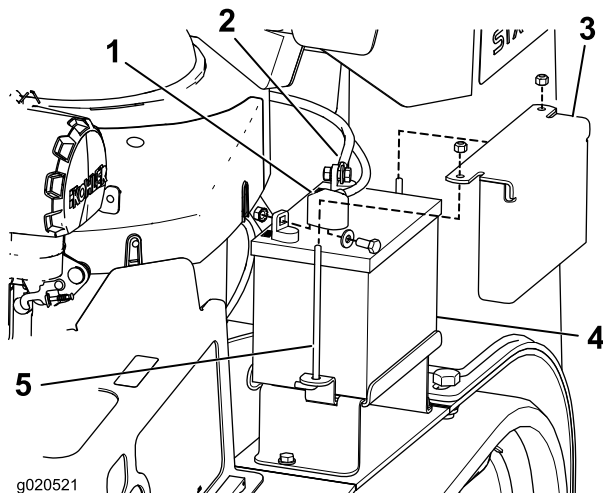

Figure 40
3. Enlevez le capuchon en caoutchouc noir qui protège le câble négatif. Débranchez le câble négatif de la batterie de la borne négative (-) de la batterie (Figure 40).
4. Enlevez le capuchon rouge de la borne positive (rouge) de la batterie. Débranchez ensuite le câble positif (rouge) de la batterie (Figure 40).
5. Enlevez la plaque de maintien, les boulons en J et les contre-écrous de fixation de la batterie (Figure 40) et retirez la batterie.
1. Placez la batterie sur la machine (Figure 40).
3. Commencez par relier le câble positif (rouge) à la borne positive (+) de la batterie avec un écrou, une rondelle et un boulon (Figure 40). Glissez le capuchon de caoutchouc sur la borne de la batterie.
4. Reliez ensuite le câble négatif et le câble de masse à la borne négative (-) de la batterie avec un écrou, une rondelle et un boulon (Figure 40). Glissez le capuchon de caoutchouc sur la borne de la batterie.